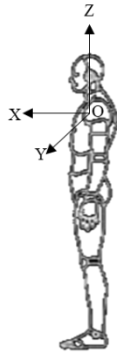

图2 人形机器人坐标系示例
8.2.1 宜采用采集的第一帧画面中人形机器人站立姿势下肩部中心点作为坐标系原点(其他传感器同坐标原点),见图2,对于定制人形机器人应提供详细本体坐标位置说明。坐标轴定义如下: